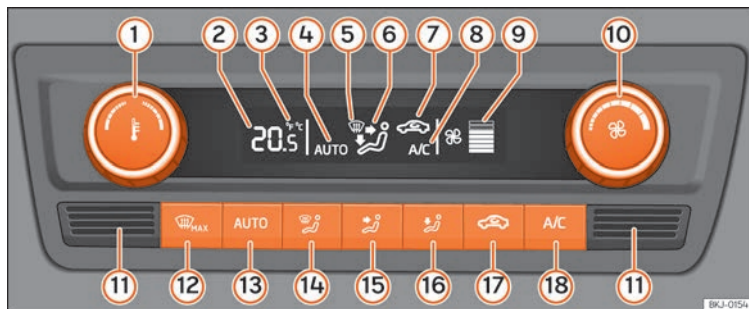

Fig. 170 Climatronic: elementos de manejo.
- A/C » fig. 170 18 encendido.
- Gire el mando 10 hacia la izquierda hasta que se apaguen los segmentos de la columna 9 » fig. 170.
- Pulse la tecla **AUTO** (13) » » » fig. 170.
Mantenga pulsadas simultáneamente durante **2 segundos** las teclas **AUTO** y **A/C** » » » fig. 170. En la pantalla aparecen los datos en unidades deseadas.
- En la parte inferior se encuentra el sensor de la temperatura interior (11) » » » fig. 170. No lo cubra con adhesivos ni de otra forma, ya que podría influir negativamente sobre el funcionamiento del Climatronic.
- Pulse la tecla **AUTO** (13) » » » fig. 170, en la pantalla aparece **AUTO**.
- Al conectar el encendido puede utilizar el mando (1) » » » fig. 170 para ajustar la temperatura interior deseada.
- Pulse la tecla  (17) » » » fig. 170, en la pantalla aparece el símbolo .
- Pulse la tecla  (17) » » » fig. 170, en la pantalla desaparece el símbolo .
- Gire el mando  »» fig. 170 hacia la izquierda (bajar la velocidad) o hacia la derecha (subir la velocidad).
- Pulse la tecla  MAX  »» fig. 170.
- Pulse varias veces la tecla  MAX  »» fig. 170, o pulse la tecla AUTO.